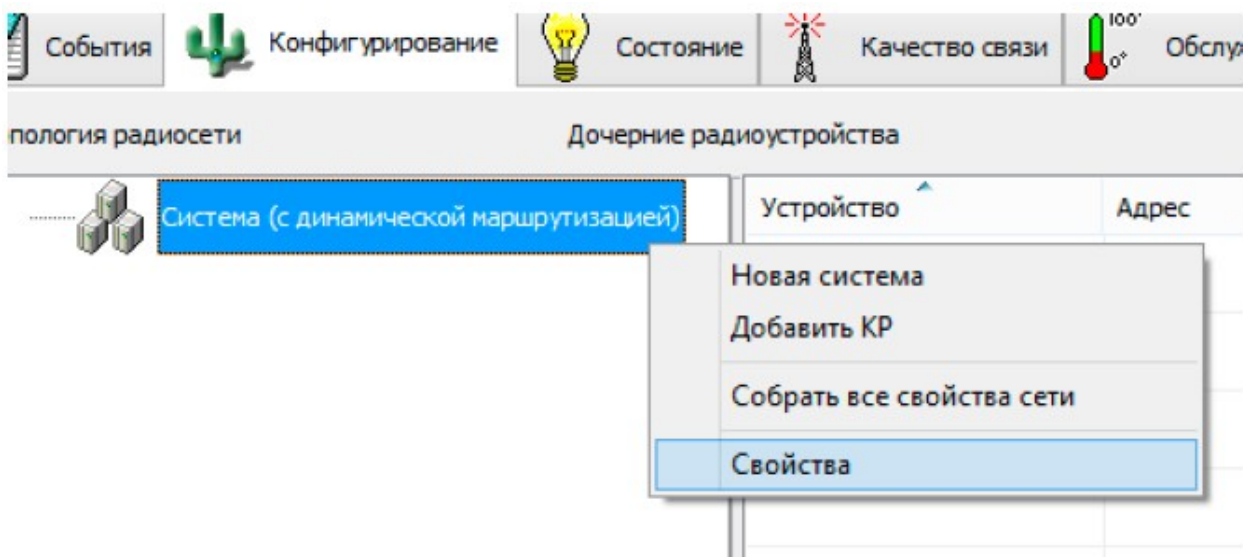
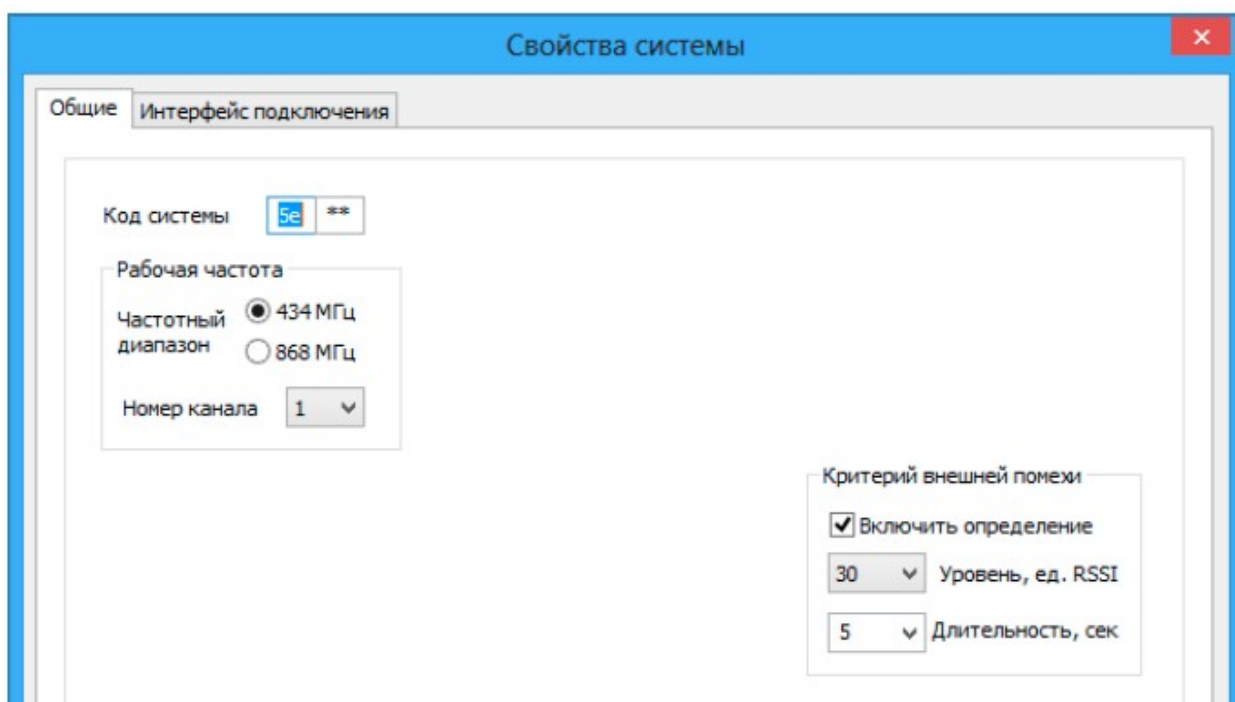
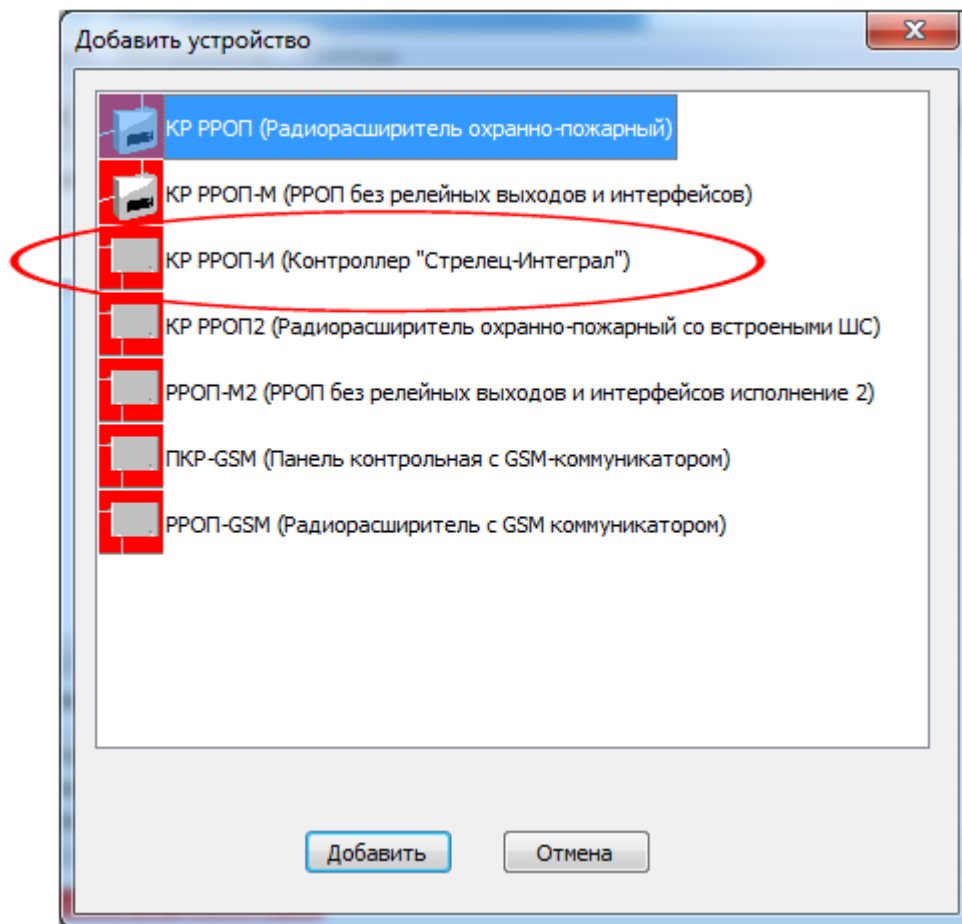

Рисунок 5 – Вызов окна для изменения свойств радиосистемы
Рисунок 6 – Вид окна Свойства системы
Рис. 8
Для изменения состава ВОРС, либо изменения свойств какого-либо элемента используются ниспадающие меню, появляющиеся при нажатии правой кнопки мыши. Например, для изменения свойств радиосистемы в целом, необходимо выделить элемент "Система" с помощью левого клика мыши, а затем выполнить правый клик мышью (см. Рис. 5 и Рис. 6).
Для добавления приёмно-контрольного устройства – координатора радиосети (ПКУ-КР) необходимо выполнить команду "Добавить КР" (рис.5), и в появившемся окне (Рис. 8) выбрать тип добавляемого устройства.
- 3) Из появившегося списка выбираем «КР РРОП-И» как показано на рис. 8.